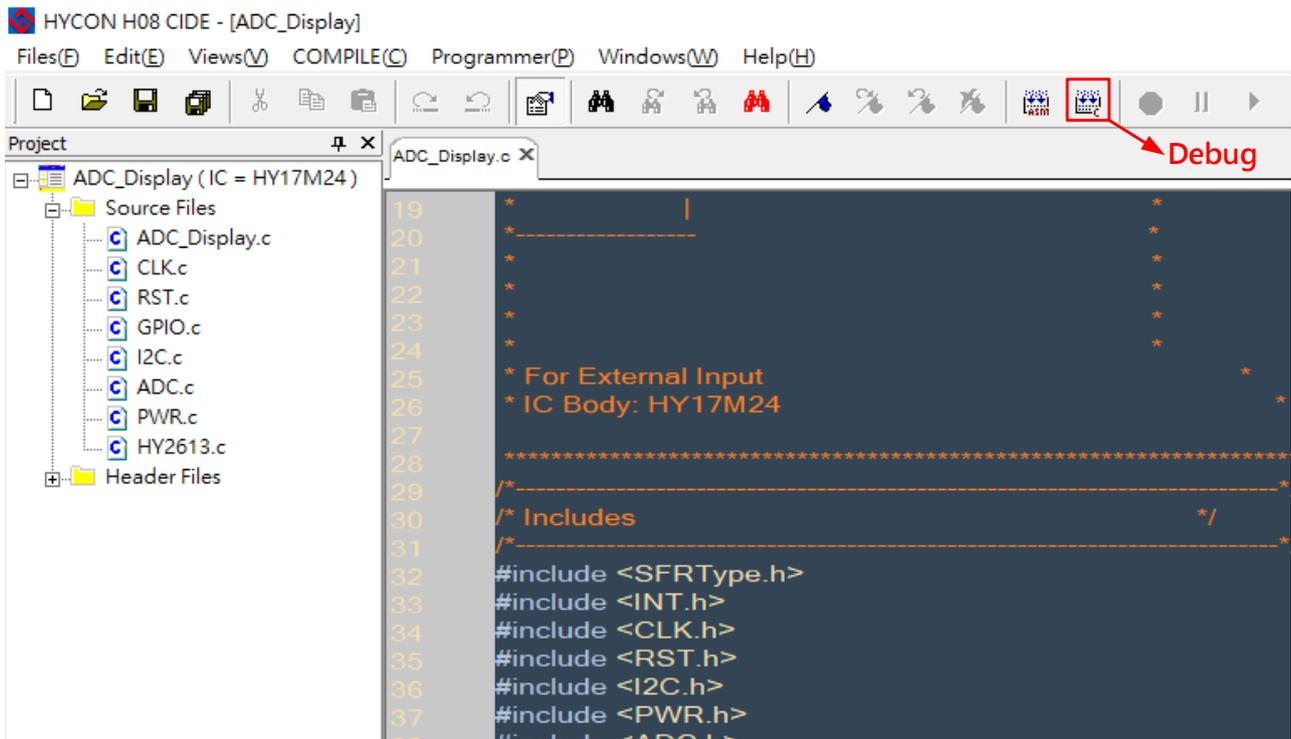

图 3-13
- 程序完成撰写后，需要进入 Debug 状态进行调试，如图 3-13。